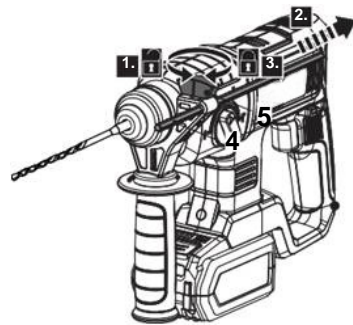

Fig. 13
1. Gire la tuerca de mariposa (5) en sentido antihorario para aflojarla (Fig. 13, paso 1).
2. Alinee primero la punta del tope de profundidad (4) con la punta de la broca y a continuación desplace hacia atrás el tope de profundidad hasta alcanzar la profundidad de taladrado deseada (Fig. 13, paso 2).
3. Gire la tuerca de mariposa (5) en sentido horario para fijar el tope de profundidad (4) en la posición seleccionada (Fig. 13, paso 3).